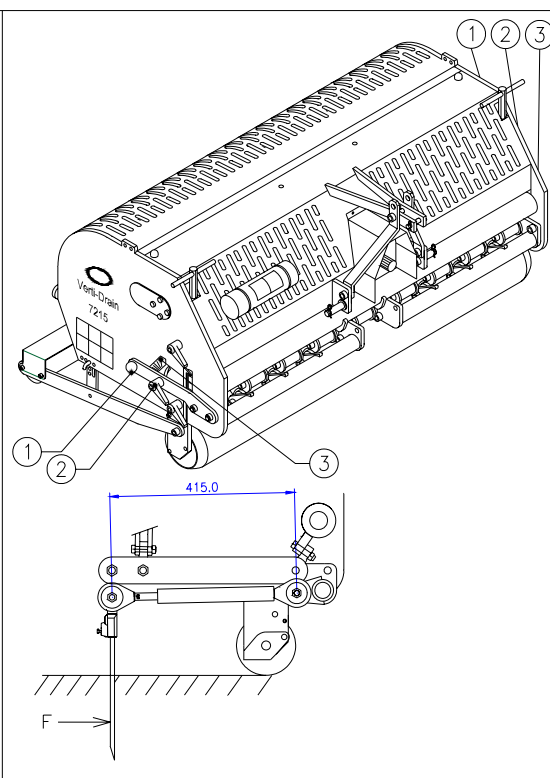

Fig. 5
Il est possible de régler toutes les goupilles en même temps à l'aide des 2 poignées, 1 placées sur les deux côtés de la machine; voir fig. 5. Hisser la machine au-dessus du sol et desserrer la poignée de retenue 2 placée sur les deux côtés de la machine. Régler l'angle en tournant la poignée 1. Il est possible de lire l'angle sur l'autocollant 3. Revisser ensuite la poignée de retenue 2.
- @ A 90°, les pointes s'enfoncent verticalement dans le sol, si la machine est correctement installée, voir fig. 1. Il peut se créer une force F, voir fig. 5, qui endommagera la machine.